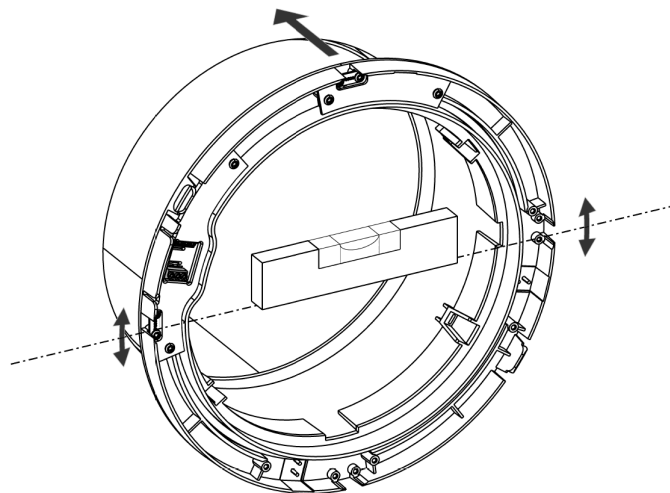

Figure 19 - Montage du chapeau de façade intérieur
Retenez les quatre bandes du chapeau de ventilation extérieur et insérez le collier du chapeau de façade dans le mur et le tube de Ø 250 mm (4). Pressez le chapeau de façade contre le mur en vous assurant qu'il est de niveau (voir Figure 19 ci-dessous). Nettoyez l'excédent de mastic.